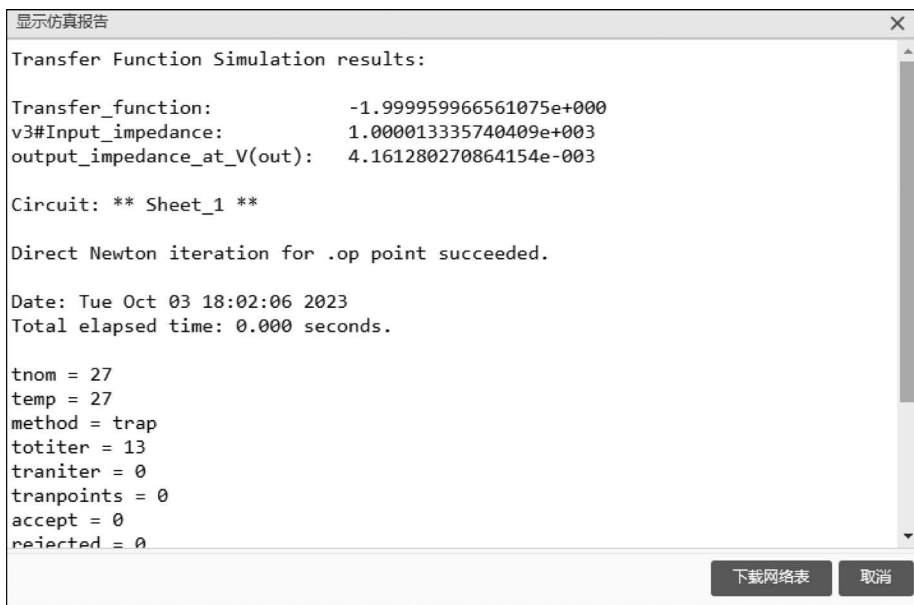

图 3-19 传输函数分析结果界面
(1) 运行 Spice 仿真后,弹出如图 3-19 所示的“显示仿真报告”窗口,该仿真报告窗口给出了电路传输函数,及电路输入阻抗和输出阻抗。
- (2) 从图 3-19 所示的仿真结果可以看出,传输函数约等于-2,与瞬态仿真结果基本相同。
(3) 保存原理图文件和工程,并退出该工程。